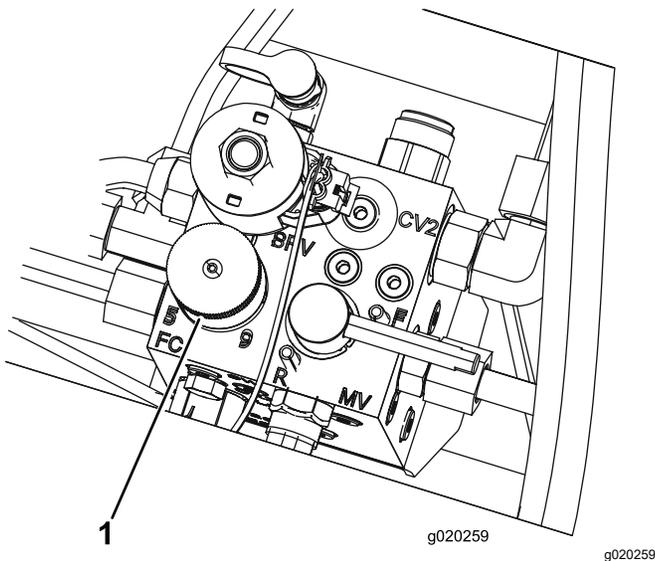

图 33
4. 要设置滚刀的速度请旋转旋钮图 33 直至指示器箭头与表示所需设置的数字对齐为止。